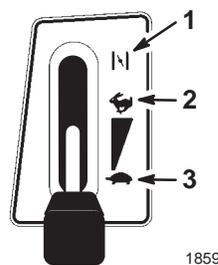

Figure 9
4. Placez la manette d'accélérateur en position de starter (Fig. 9).
6. Lorsque le moteur a démarré, amenez progressivement la manette d'accélérateur en position de régime maximum (Fig. 9). Si le moteur cale ou hésite, ramenez la manette d'accélérateur en position de Starter pendant quelques secondes. Mettez ensuite le levier en position de régime maximum. Répétez l'opération si nécessaire.
1. Placez la manette d'accélérateur en position de régime maximum (Fig. 9).